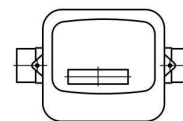
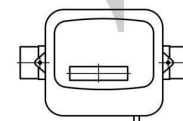

Рисунок 1
Рисунок 2
- без импульсного выхода и с импульсным выходом (рисунок 1 и рисунок 2);
Длина кабеля, м	от 0,4 до 1,5 (стандартная – 0,4), см. рисунок 2